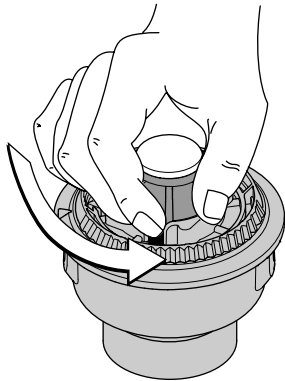

Fig. 24
1. Tenez la bobine extérieure et dévissez le bouton de butée à gauche (Fig. 24).